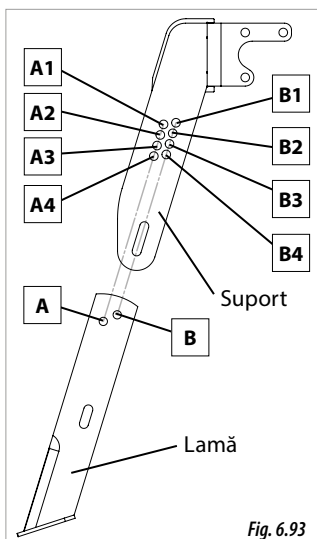
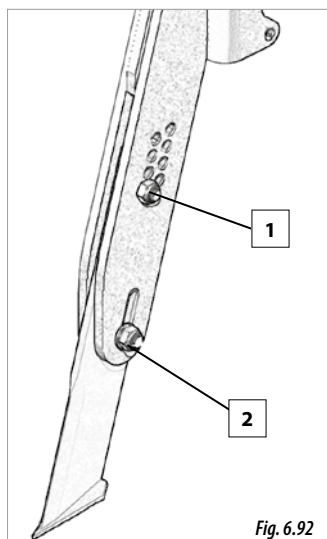

Fig. 6.93
Fig. 6.92
- 1- Scoateți piulița și șurubul de poziționare (1, Fig. 6.92).
- 2- Slăbiți piulița și șurubul de fixare (2, Fig. 6.92).
- 3- Puneți lama la înălțimea dorită, ajustați înălțimea până la îmbinarea uneia dintre găuri (A sau B, Fig.6.93) cu altă gaură.
Șurubul de fixare (1, fig. 6.93) trebuie pus la aceeași literă pentru lamă, cât și pentru suport. POZIȚIILE **A** și **B** NU SUNT INTERSCHIMBABLE. A se vedea următorul tabel și imaginea 6.93 pentru ajustarea adâncimii lamei, după poziția șurubului de poziționare (1, Fig. 6.92).